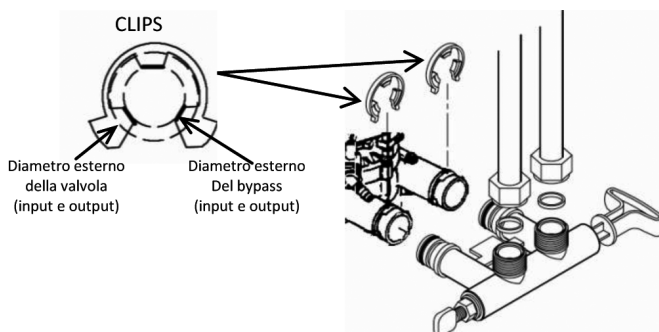

Figura 5 - Collegamento del bypass
6. Collegare il bypass alla valvola, rivolgendolo verso l'alto o verso il basso a seconda del posizionamento della rete idrica come in Figura 5.
7. Inserire le clips nella valvola di bypass come in Figura 5 assicurandosi che i 3 dentini della clip si inseriscano perfettamente nei relativi fori in ingresso (IN) ed uscita (OUT) sulla testa della valvola.
Collegare il bypass all'impianto idrico facendo riferimento alla Figura 5. Inserire i tubi flessibili nel bypass e collegarli all'impianto principale.